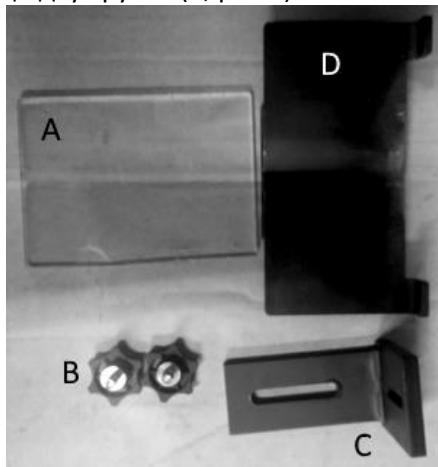

Рис.2
- Установите кронштейн опорного стола (C, рис.2) на станок.
- Установите опорный стол (D, рис. 2) на кронштейн.
- установите прозрачный экран (A, рис. 2) при помощи двух ручек (B, рис.2) на станок.